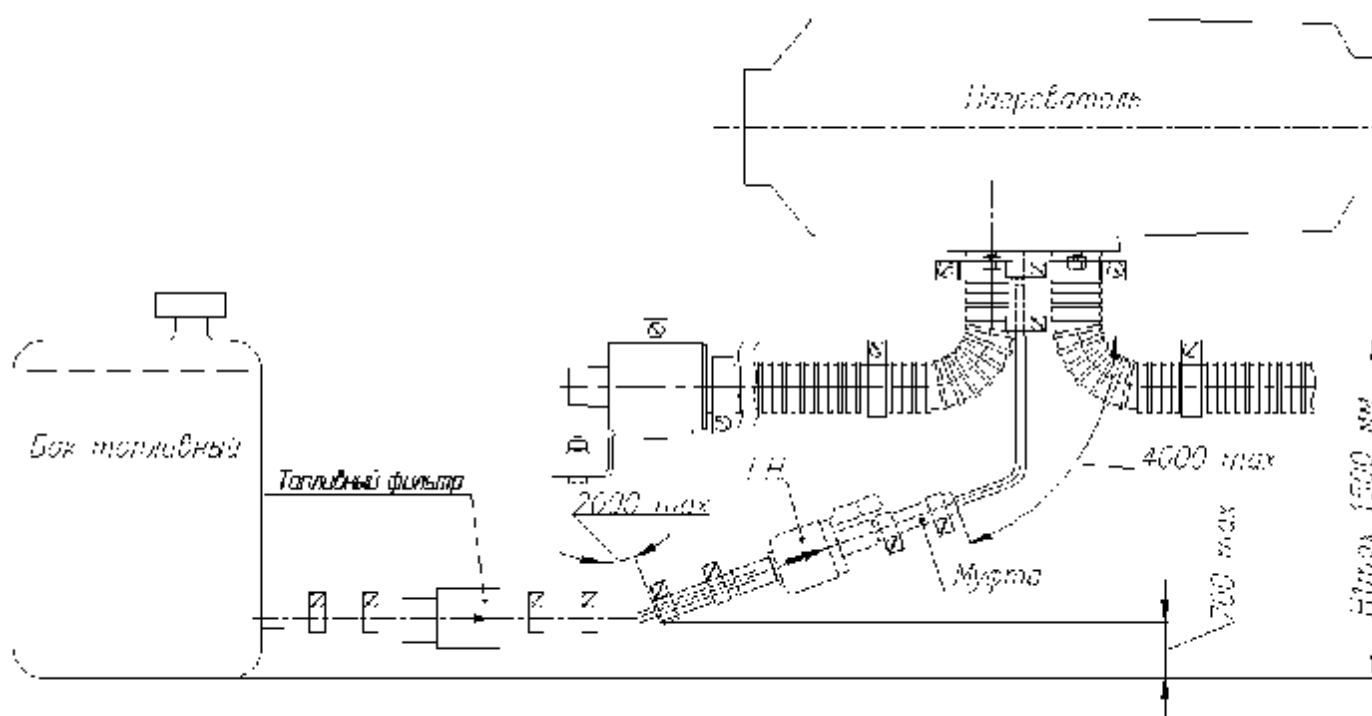
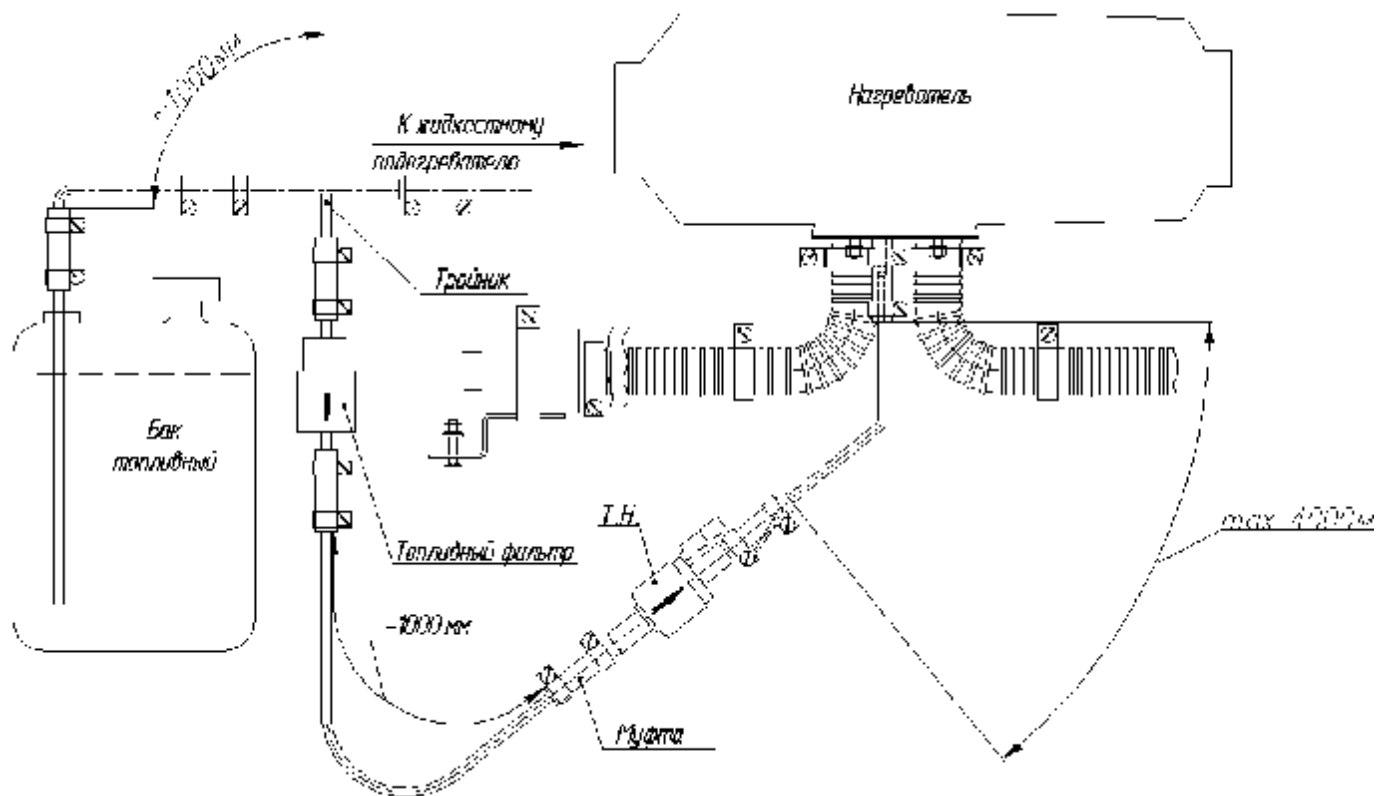

Рис.7 Схема монтажа топливной системы отопителя с индивидуальным топливным баком
Рис.8 Схема монтажа топливной системы отопителя в топливную систему жидкостного подогревателя
или отопитель подключается к индивидуальному топливному баку, схема топливной системы приведена на рис.7 и рис.8.
- топливную трубку нагревателя предпочтительней располагать выше максимального уровня топлива в топливном баке (см. рис. 7, рис. 8);
Схемы относительного расположения топливного бака, топливного насоса и нагревателя показаны на рис.7 и рис.8.